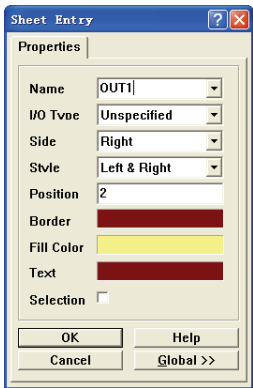
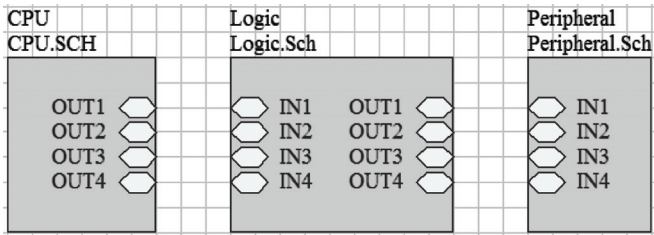

图 5-41 “Sheet Entry” 对话框
图 5-42 绘制好的顶层原理图
(1) 双击需要设置属性的电路端口，系统将弹出相应的电路端口属性编辑对话框，如图 5-41 所示，对电路端口的属性加以设置，结果如图 5-42 所示。